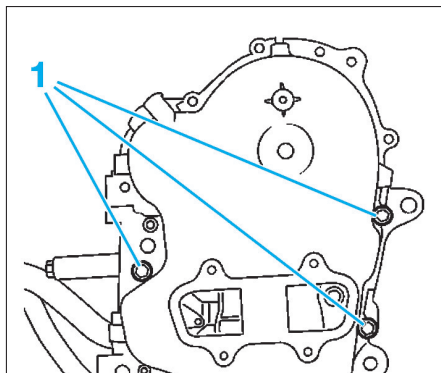

FIG. 92
- Reposer les 3 vis de fixation du carter de distribution sur la culasse (Fig.92).